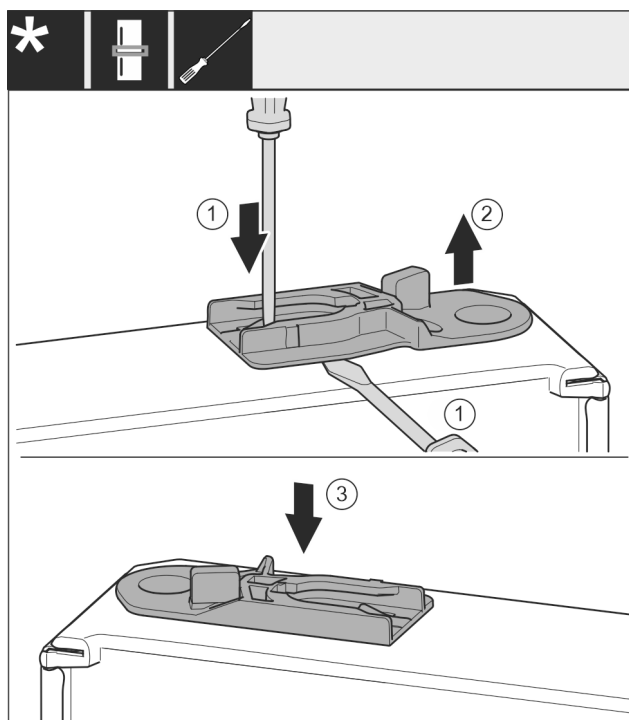

Fig. 38
- Vytiahnite vodiace puzdro: plochým skrutkovačom zatlačte strmeň a súčasne plochý skrutkovač zasuňte pod vodiace puzdro. *Fig. 38 (1, 2)*
- Vodiace puzdro, ktoré je súčasťou dodávky, zasuňte na druhej strane telesa. *Fig. 38 (3)*